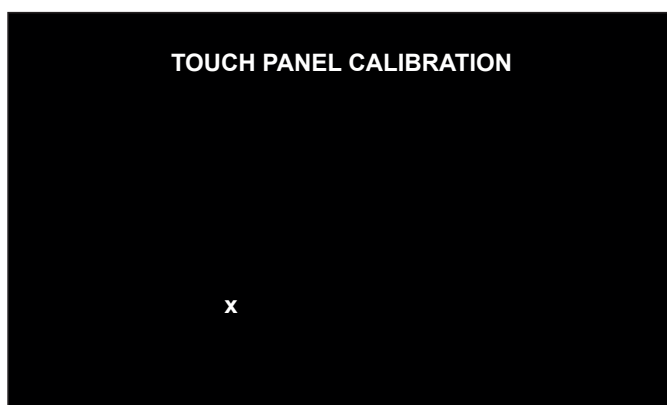

Figura 8-24
- 2.-toccare il display nei punti indicati con "X" (Figura 8-24);